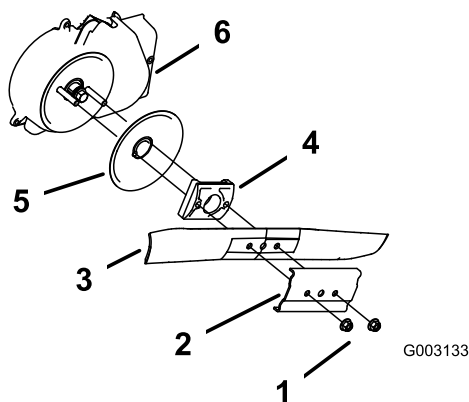

Bild 48
3. Entfernen Sie die beiden Messermuttern und die Verstärkung (Bild 48).
4. Nehmen Sie das Messer heraus (Bild 48).
5. Nehmen Sie den Messermitnehmer und die Scheibe heraus (Bild 48).
6. Entfernen Sie die Abdeckung des Systems zum Anhalten des Messers (Bild 48).
10. Bauen Sie das zuvor ausgebaute Messer und die Verstärkung wieder ein (Bild 48).